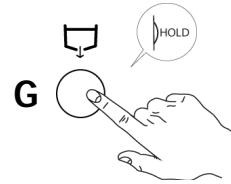

Fig.42
- 2- Appuyer pour tout le temps de la décharge le bouton "G" vidange de l'eau. (Fig.42)